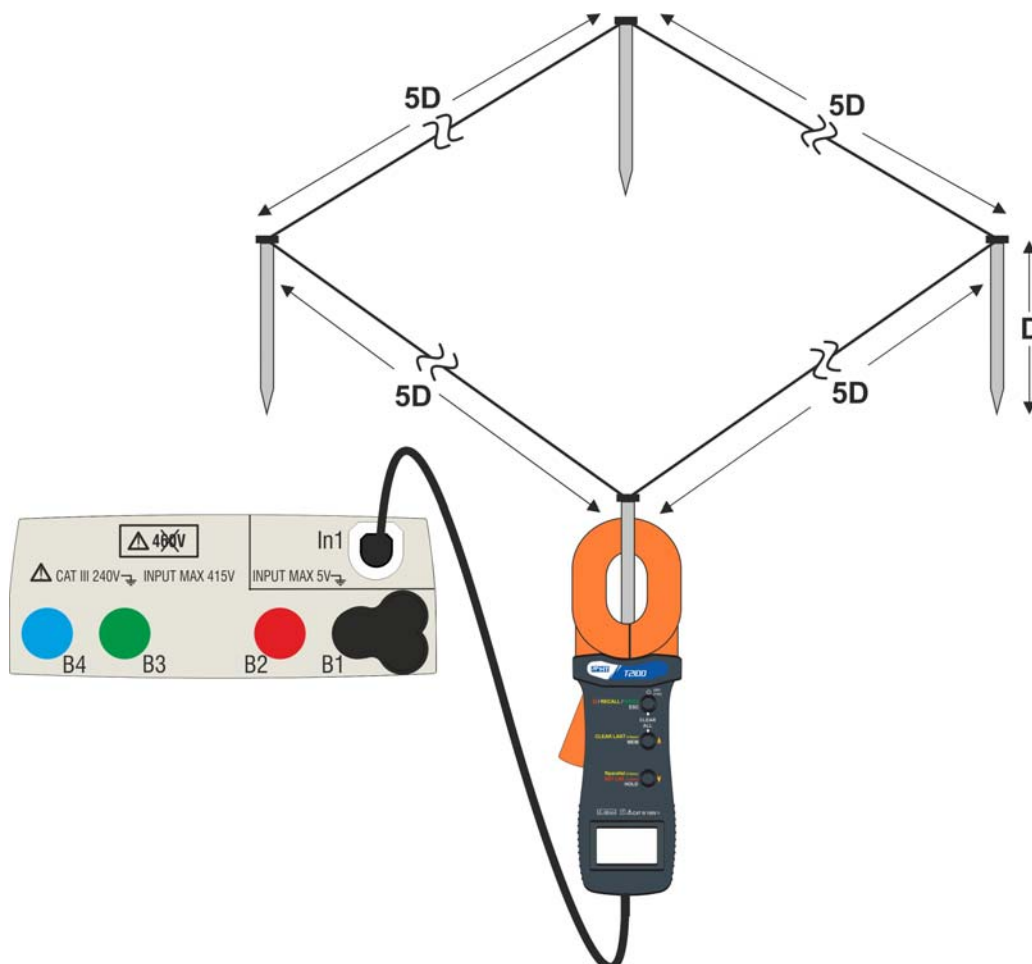

Fig. 30: Misura resistenza dispersori singoli con pinza T2100
La misura eseguita dalla pinza T2100 è utilizzabile per la valutazione di resistenze di singoli dispersori nell'ambito di un impianto di terra senza necessità di scollegamento degli stessi, **nell'ipotesi che essi non si influenzino tra loro** (vedere Fig. 30)
4. Collegare la pinza al primo dispersore della rete di terra considerata come mostrato nella Fig. 30. Notare il valore della resistenza nel campo **R ** e premere l'icona  per inserire tale valore nel calcolo della resistenza parallelo e incrementare il parametro **N ** di una unità (N  =1)